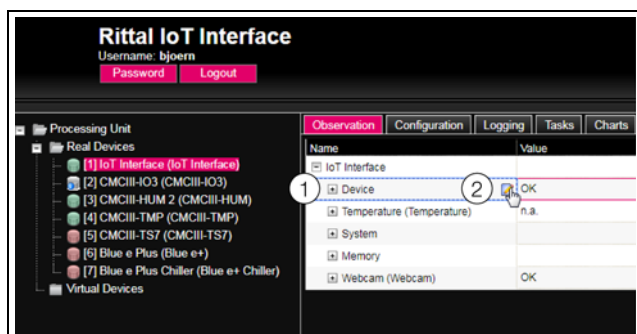

Рис. 25: Выбор нескольких параметров
- Разверните элемент "IoT Interface" нажатием на символ "плюс" перед именем элемента (рис. 25, поз. 1).
- Подведите курсор мыши к концу первого столбца в строке "Device" (рис. 25, поз. 2).